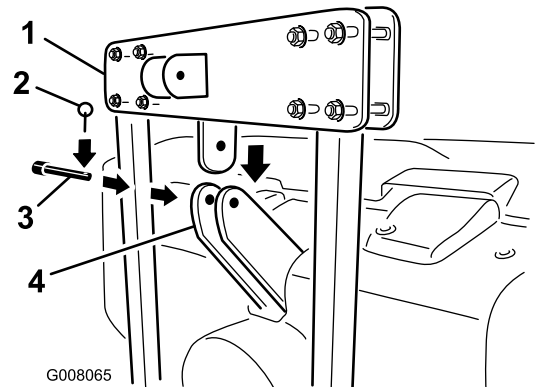

Figure 6
3. Fixez la patte de la barre transversale inférieure sur le support d'aérateur avec un axe d'articulation et une goupille à anneau (Figure 6).